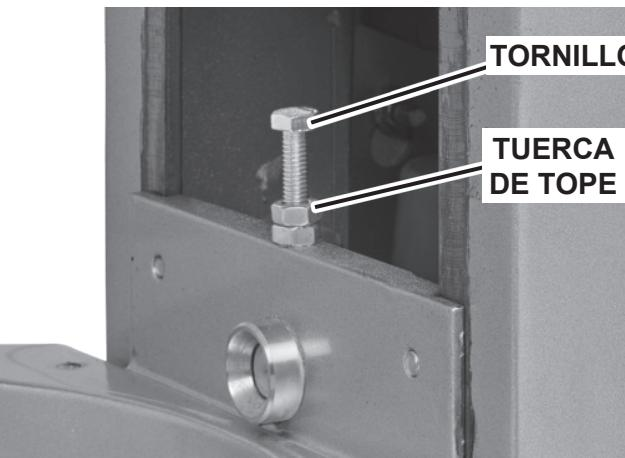

Fig. 12
- Ajuste el espacio libre al aflojar la tuerca de tope y mover el tornillo (Fig. 12) hacia la derecha para aumentar el espacio libre o hacia la izquierda para disminuir el espacio libre.